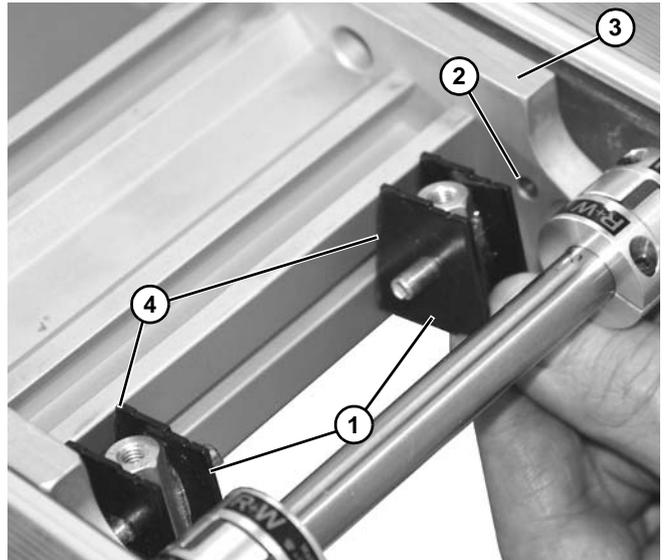

**Figura 29**
10. Deslice e inserte ambos extremos de la parte interior del acoplamiento de 3 mordazas (**Figura 29, artículo 1**) en la superficie de contacto del acoplamiento de 3 mordazas externo (**Figura 29, artículo 2**) y sujételos con los tornillos fijadores (**Figura 29, artículo 3**). Apriete los tornillos a 2 Nm.